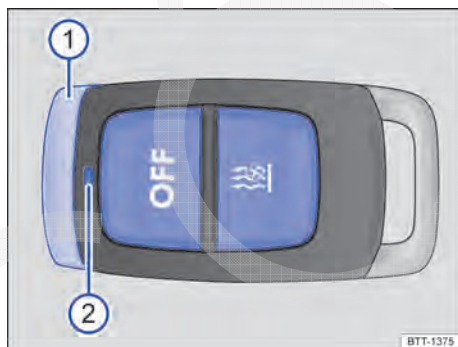

Fig. 125 Aquecimento estacionário: controle remoto.
- **Ligar:** pressionar o botão **ON** → Fig. 125. Quando a luz de controle verde se acender por aproximadamente 2 segundos, o aquecimento estacionário está ligado.